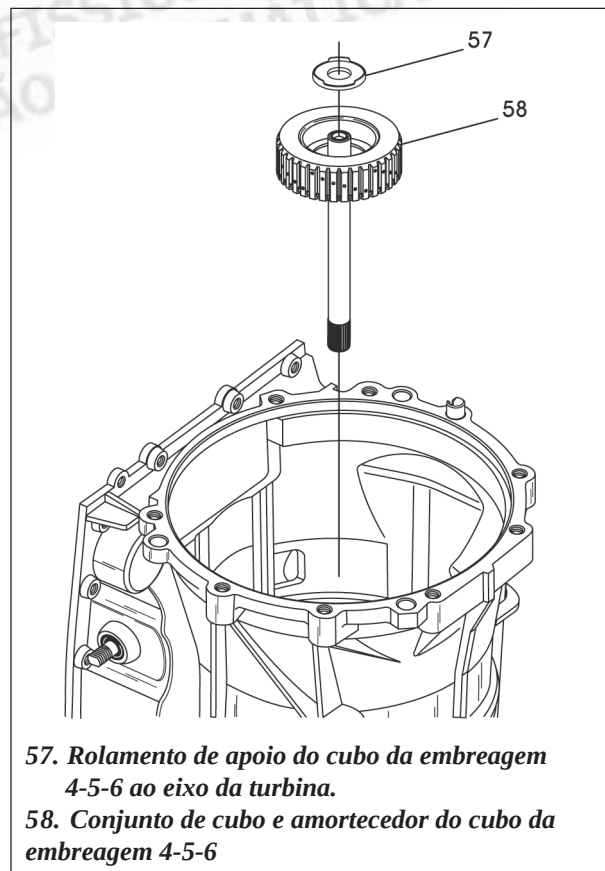

Figura 47
9. Remova o cubo da embreagem 4/5/6 e seu rolamento de apoio, conforme mostra a figura 47.